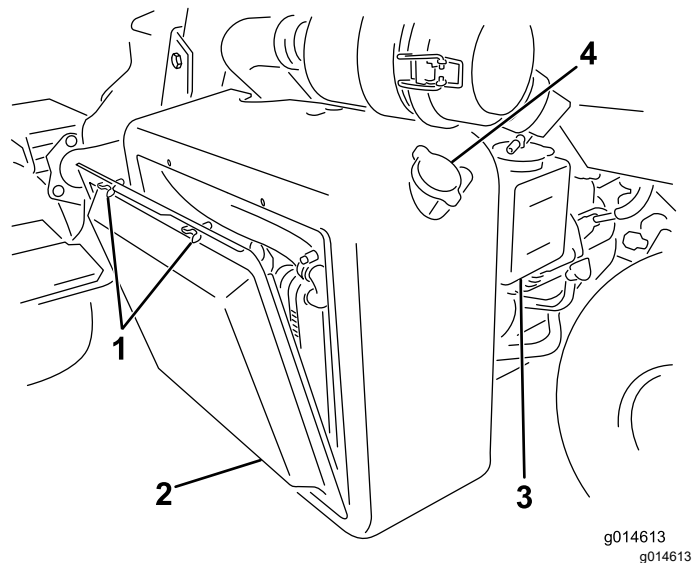
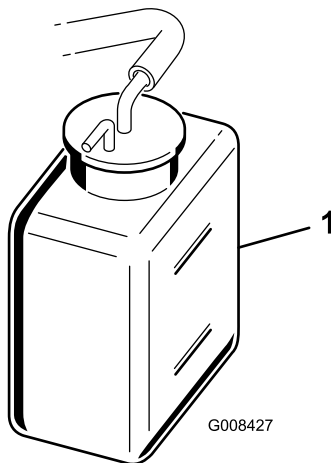

Bild 50
Bild 51
1. Entfernen Sie das Gitter (Bild 50).
2. Prüfen Sie den Kühlmittelstand (Bild 50 und Bild 51).